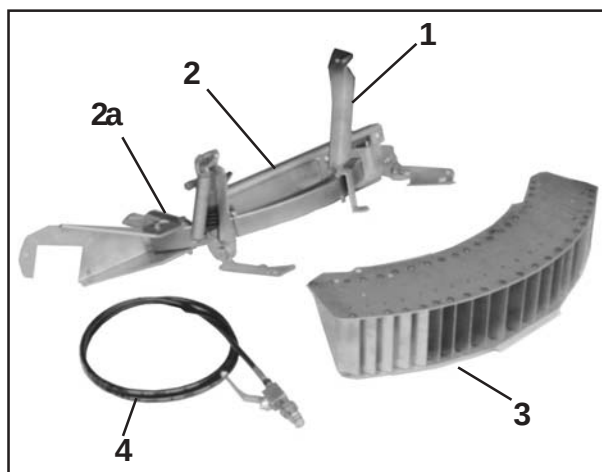
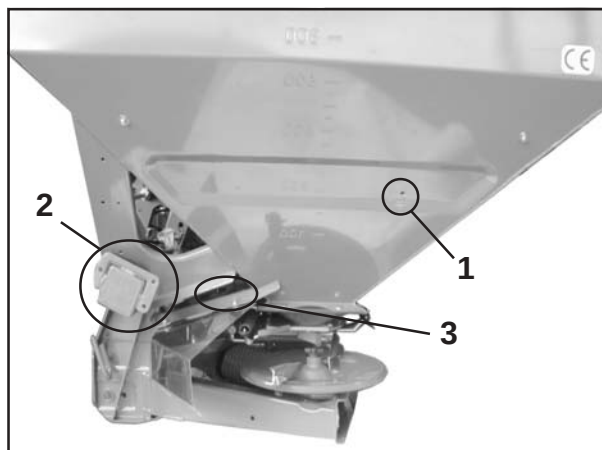
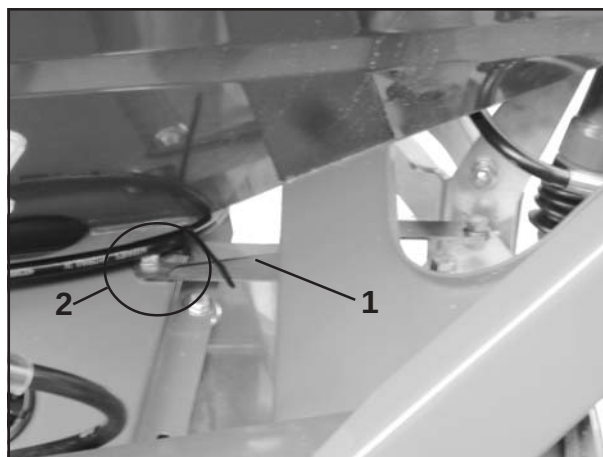

Fig. 1
Fig. 10
Fig. 15
- Visare (Fig.1/1)
- Hållarskena med tvärstag (Fig.1/2a), hydraulcylinder och dragfjäder (Fig.1/2)
- Gränsspridningsskärm (Fig.1/3)
- Förmonterad hydraulslang med avstängningskran och strypning (Fig.1/4)
Hålen för monteringen av Limiter finns tillgängliga (Fig.10).
I hål Nr.1 (Fig.10/1) finns antingen en skruv eller hållaren för gränsspridningstallriken. Skruven skruvas bort alt. hållaren demonteras, för att det skruvhålet skall användas. Medlevererad skruv skall användas.
Hål Nr.3 (Fig.10/3) finns på undersidan av behållarstödet, vilken är skymd på bilden.
Alla övriga hål motsvarande de på ZA-M Max finns tillgängliga (s. Fig.10).
Det på hållarskenan förmonterade tvärstaget (Fig.1/2a och Fig.15/1) skruvas fast i hål Nr.3 (Fig.10/3 och Fig.15/2) till behållarstödet.